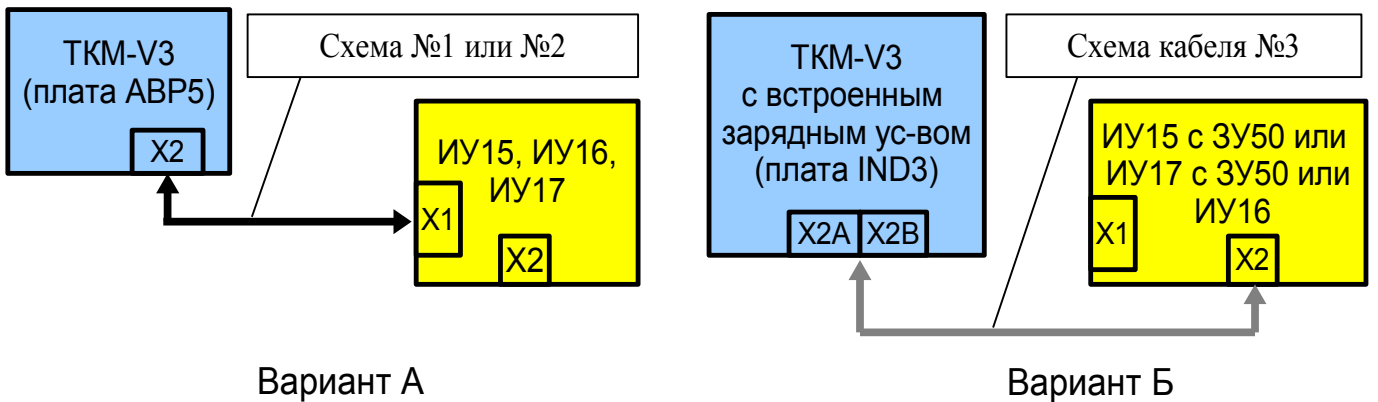

Рис.6. Варианты подключения исполнительного устройства серии ИУ15, ИУ16 и ИУ17.
12. Подсоедините кабель дистанционного управления между контроллером и исполнительным устройством. Схемы, материал и сечение кабеля приведены на схемах 1-5, рис.6 и в табл. 3.